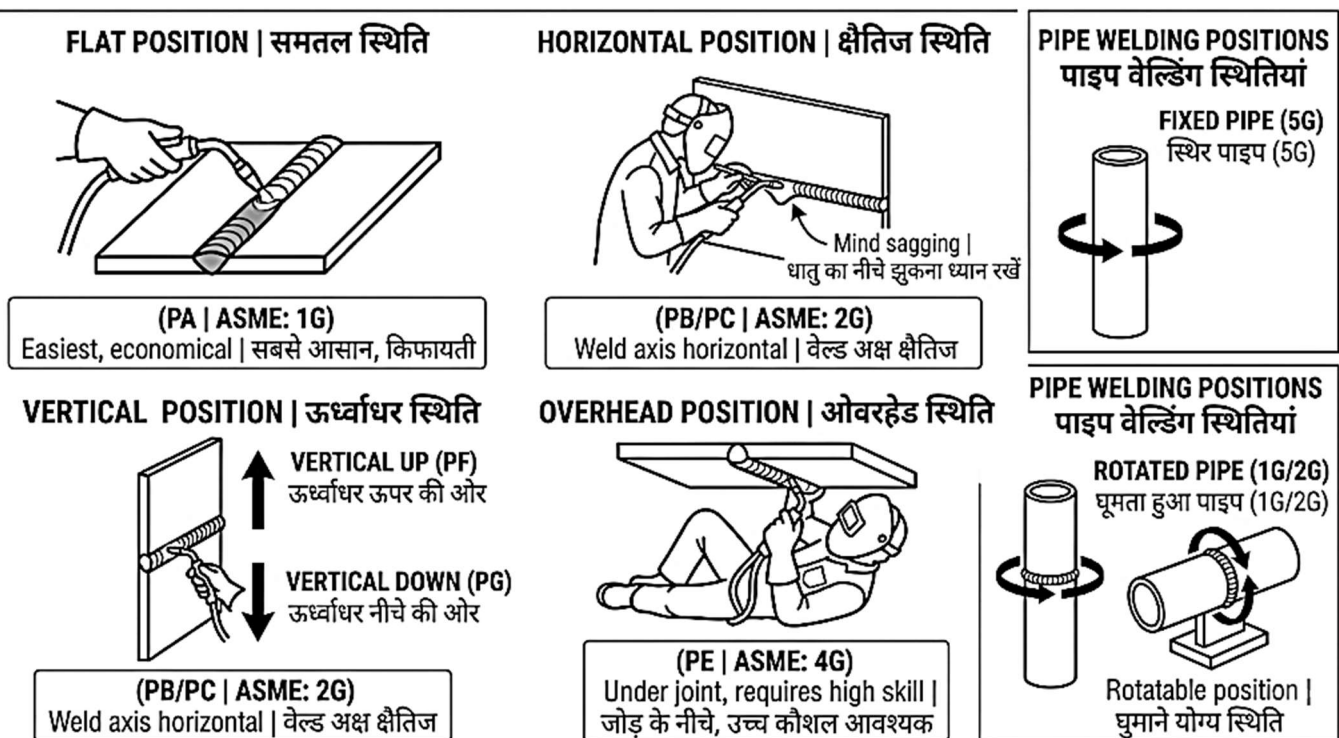

Fig. 2.3: Welding Positions as per ASME Standards | ASME मानकों के अनुसार वेल्डिंग स्थितियाँ
2.3.1 Introduction to Welding Positions (Fig. 2.3)
2.3.1 वेल्डिंग स्थितियों का परिचय (Fig. 2.3)